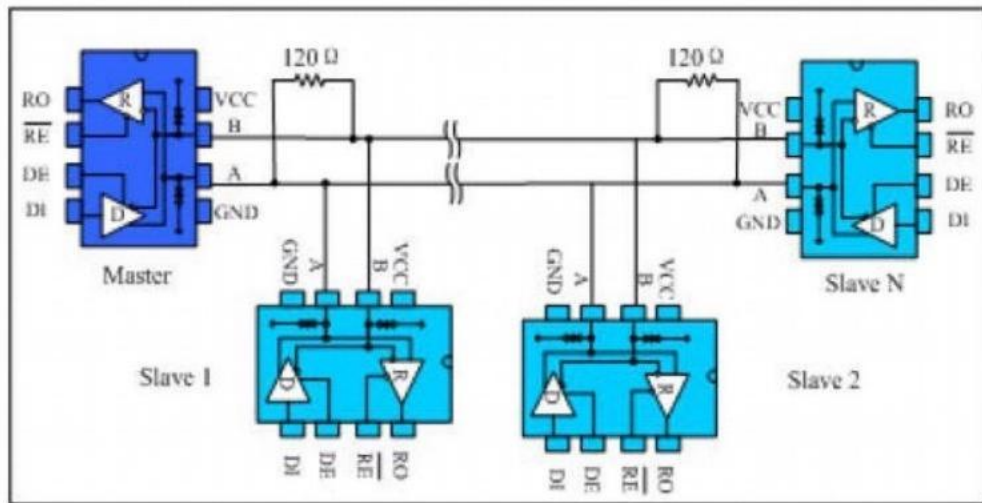

图9总线式 RS485半双工通讯网络
**总线式组网：** ST3485CDR RS485 收发器设计用于多点总线传输线上的双向数据通信。图9 显示了典型网络应用电路。这些器件也能用作电缆长于 4000 英尺的线性转发器，为减小反射，应当在传输线两端以其特性阻抗进行终端匹配，主干线以外的分支连线长度应尽可能短。